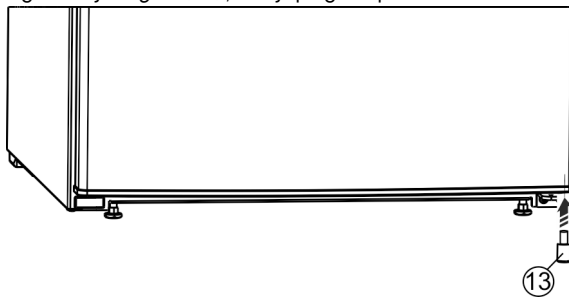

Fig. 11
- ▶ Vėl įstatykite tarpiklį Fig. 11 (13) į duris apačioje, dešinėje pusėje, nes jis yra svarbus prietaiso stabilumui.